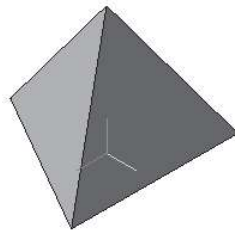

Рис. 9.8
- На панели инструментов **Вид** выберите команду **Полутоновое, Полутоновое с каркасом** (рис. 9.8).